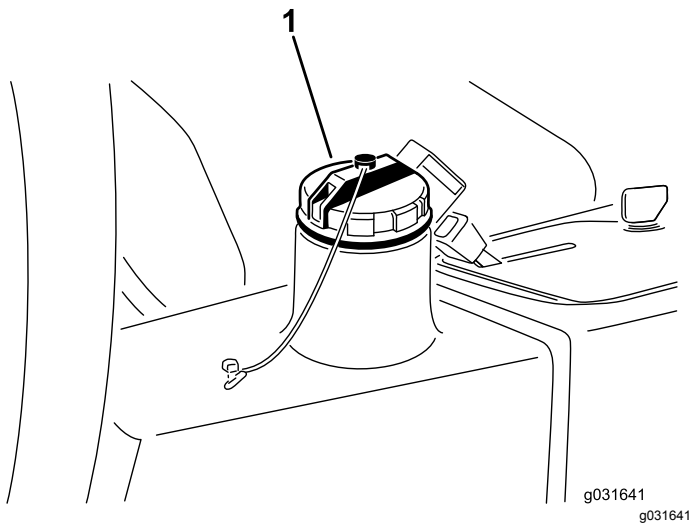

Figure 63
2. Nettoyez la surface autour du goulot de remplissage et du bouchon du réservoir hydraulique. (Figure 63)
3. Remettez le bouchon du réservoir hydraulique (Figure 63).